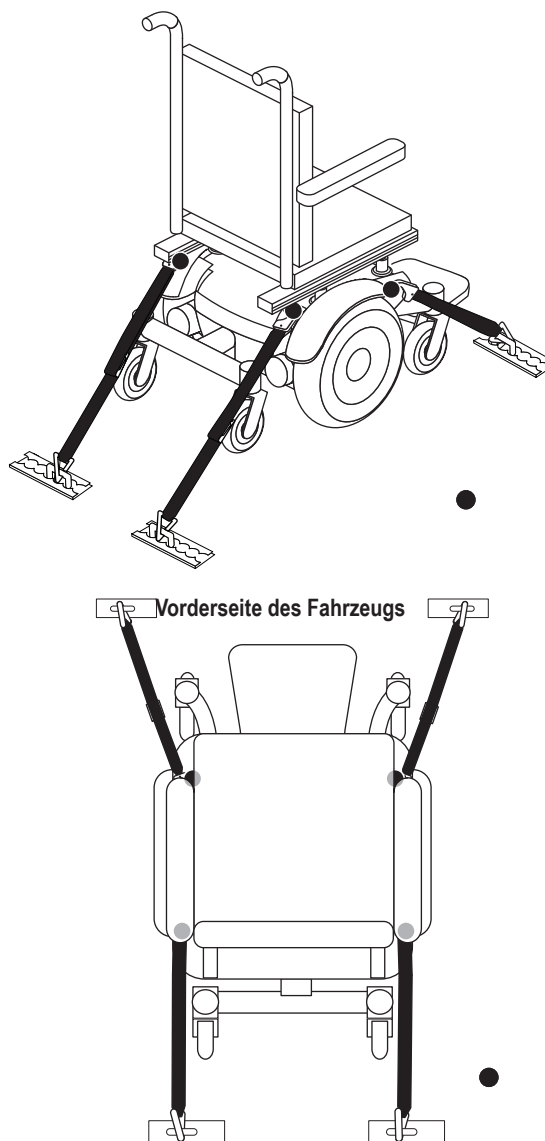

Bild 9. Sicherungspunkte des Befestigungssystems
- Positionieren Sie die Ankerpunkte für die hinteren Sicherheitsgurte direkt hinter den hinteren Sicherungspunkten des Elektrorollstuhls. Die vorderen Sicherheitsgurte müssen an Ankerpunkten am Boden befestigt werden, deren Abstand die Breite des Elektrorollstuhls übertrifft. Dadurch wird eine höhere Seitenstabilität erreicht. **Siehe Bild 9.**